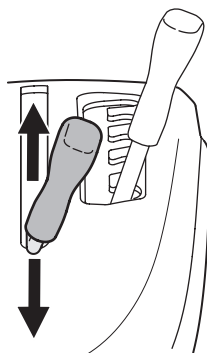

Figure 16
2. Poussez le levier de la prise de force vers l'avant pour embrayer la prise de force (Figure 16).